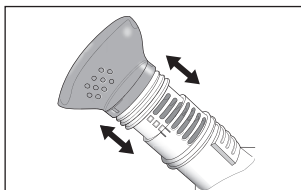

Fig. 7
10. Coloque la máscara para boca/nariz más pequeña en el tubo de extensión y ajústelo hasta la altura deseada, Fig. 7. La altura/longitud del tubo no afectará la emisión de vapor o el tiempo de tratamiento.